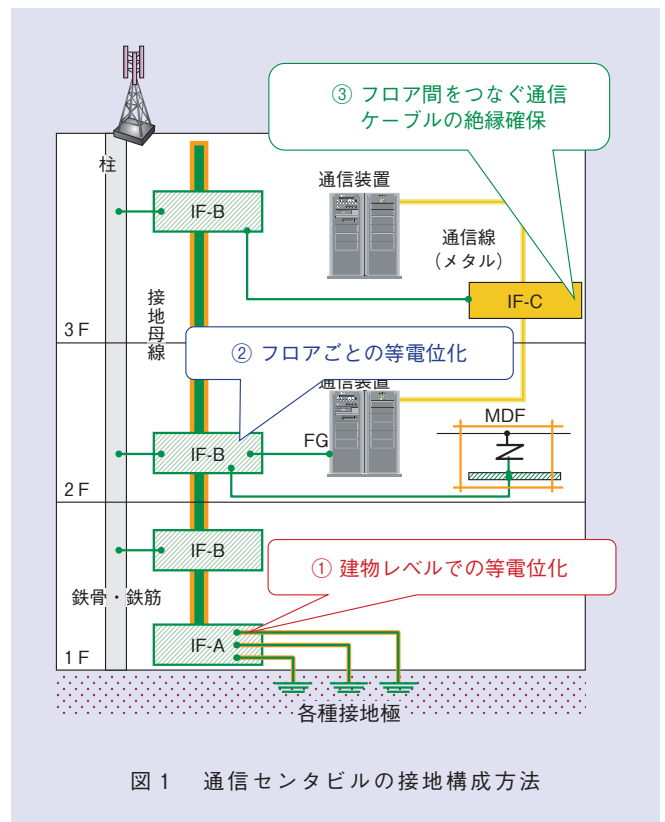

図1 通信センタビルの接地構成方法
通信センタビルの接地構成については、平成8年に制定された「接地ガイドライン」に基づき設計・施工・対策を行うことになっています。基本的な雷対策には、複数の接地点を接続させる「①等電位化」、雷サージ電流の侵入を電氣的に阻止する「②絶縁」、雷サージ電流を迂回させるルートを構築する「③バイパス」の3つの方法が存在し、通信センタビルの場合には、主に①、②を用いて接地の適正化を進めていきます。その考え方として以下の3点が重要になります（図1）。